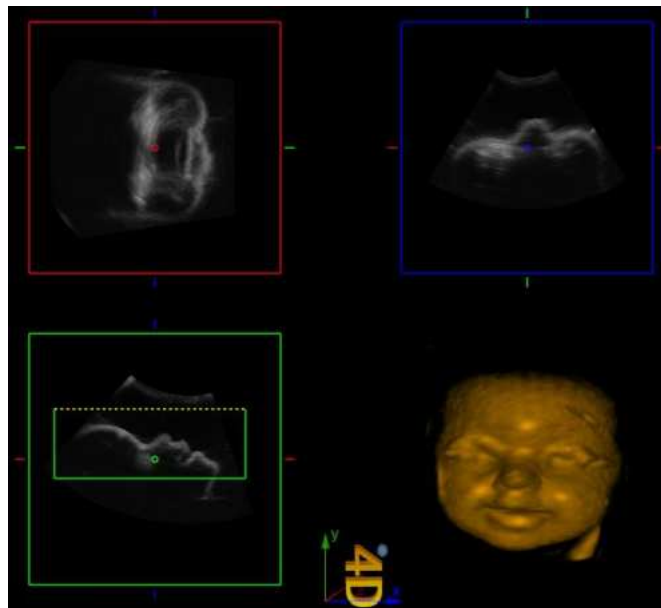

Fig. B-6 Modos A/B/C/VR
- Modos A/B/C/VR (como mostrado na Fig. B-6)